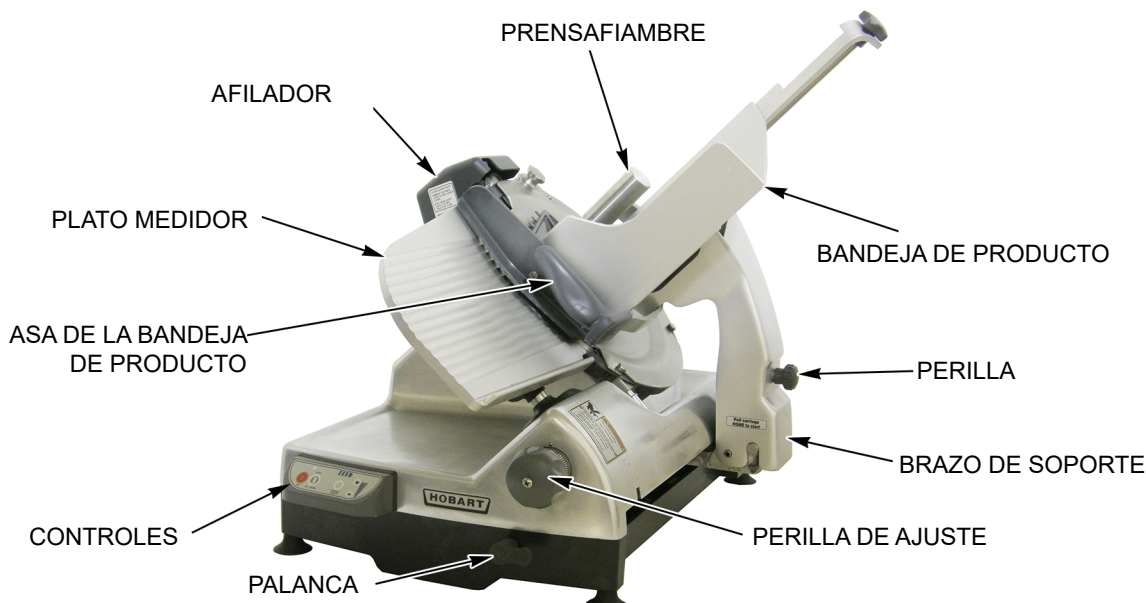

Fig. 1
- Enclavamiento del plato medidor: impide que la bandeja de producto (Fig. 1) se incline o se retire a menos que la bandeja de producto se encuentre en la posición inicial (empujada completamente hacia delante) y el plato medidor esté cerrado.
- Inicio: requiere que la bandeja de producto (Fig. 1) esté en la posición inicial (empujada completamente hacia delante) antes de que la cortadora pueda ponerse en marcha.
- Cerrar-para-parar: apaga la cortadora cuando el plato medidor vuelve a la posición cerrada girando la perilla de ajuste (Fig. 1) completamente en sentido horario. La cortadora también se apaga si se pulsa el botón OFF.
La bandeja de producto (Fig. 1) debe estar instalada.
- Cierre el plato medidor (Fig. 1) girando completamente la perilla de ajuste (Fig. 1) en sentido horario.
- Tire de la bandeja de producto (Fig. 1) hacia el operador hasta que llegue a su tope. Esta es la posición inicial.
- Eleve el prensafiambre (Fig. 1) hasta la parte superior de la bandeja de producto para que descansa en la ranura del prensafiambre.
- Coloque el producto que cortar contra el plato medidor (Fig. 1) en la bandeja de producto (Fig. 1).
- Utilice el asa de la bandeja de producto (Fig. 1) para empujar y tirar de la bandeja de producto hacia delante y hacia atrás para cortar. Cuando haya terminado, tire de la bandeja del producto hacia delante hasta que se detenga. Gire la perilla de ajuste una vuelta entera en sentido horario para cerrar el plato medidor. Esto apagará la cortadora. También puede pulsar el botón OFF (Fig. 4) para detener la cortadora.